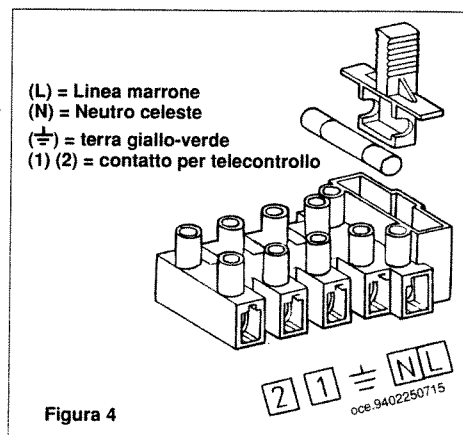

Figura 4
- * svitare la vite di fissaggio coperchio ed accedere alla zona collegamenti elettrici (Figura 4).